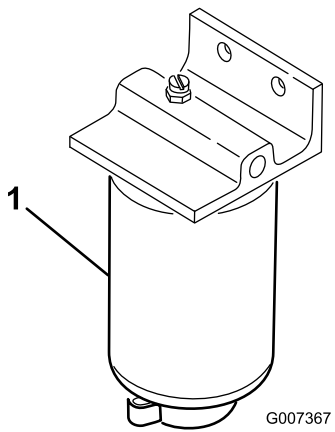

Figura 51
1. Mettete un contenitore pulito sotto la scatola del filtro del carburante (Figura 51).